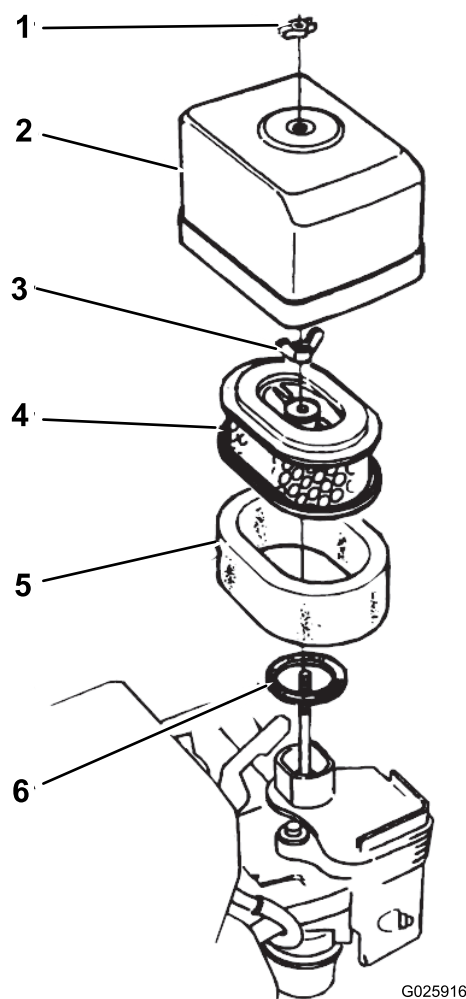

Рисунок 31
2. Удалите гайку-барашек, которая крепит крышку воздухоочистителя, и снимите крышку (Рисунок 31).
5. Установите крышку воздухоочистителя на воздухоочиститель с помощью гайки-барашка(Рисунок 31).
1. Удалите гайку-барашек, которая крепит крышку воздухоочистителя, и снимите крышку (Рисунок 31).
2. Удалите гайку-барашек, которая крепит воздушный фильтр, и снимите фильтр (Рисунок 31).
3. Снимите элемент воздушного фильтра из поролона с бумажного элемента (Рисунок 31).
1. Установите элемент воздушного фильтра из поролона на бумажный элемент (Рисунок 31).
2. Осмотрите прокладку на наличие износа и повреждений (Рисунок 31).
3. Убедитесь, что прокладка установлена на впускном отверстии карбюратора (Рисунок 31).
4. Установите элементы воздушного фильтра на карбюратор при помощи гайки-барашка(Рисунок 31).
5. Установите крышку воздухоочистителя на карбюратор при помощи гайки -барашка (Рисунок 31).